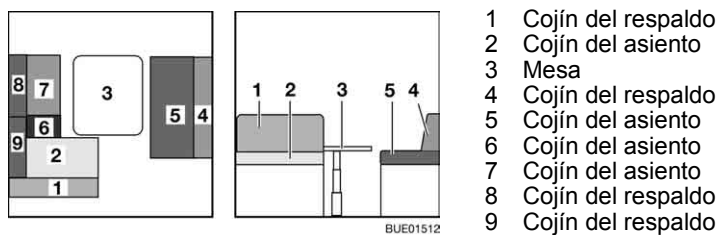

Fig. 149 Antes de la transformación
- Transformar la mesa (Fig. 149,3) en base de cama (véase apartado 6.11).
- Quitar los cojines del respaldo (Fig. 149,1 y 8) y ponerlos a un lado.